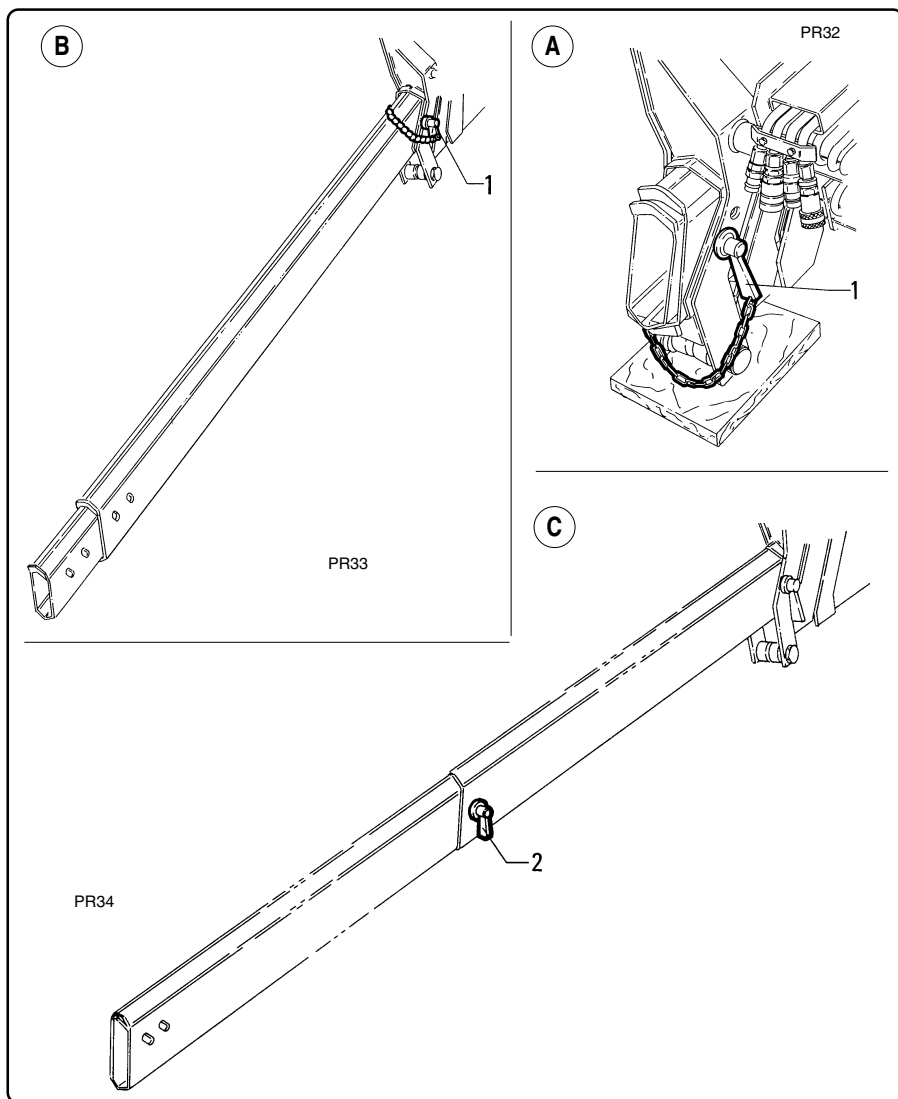

fig. 9.1.18
- 2 - Sfilare dalla sua sede il perno "1" fig. 9.1.18 - "A" di bloccaggio delle prolunghie in posizione di riposo.
Appena si libera il foro di bloccaggio della prolunga con il braccio della gru base introdurre il perno "1" fig. 9.1.18 - "B" con la relativa copiglia a scatto di sicurezza.
- 2 - *Remove the fixing pin "1" fig. 9.1.18 "A" from the extensions in rest position.*
terra allo scopo di consentire la fuoriuscita della prolunga successiva. Bloccare la prolunga con il perno "2" - "C" fig. 9.1.18 con la relativa coppiglia a scatto di sicurezza.
Lock the extension in position with pin "2" - "C" fig. 9.1.18 and with the sprung split pin.